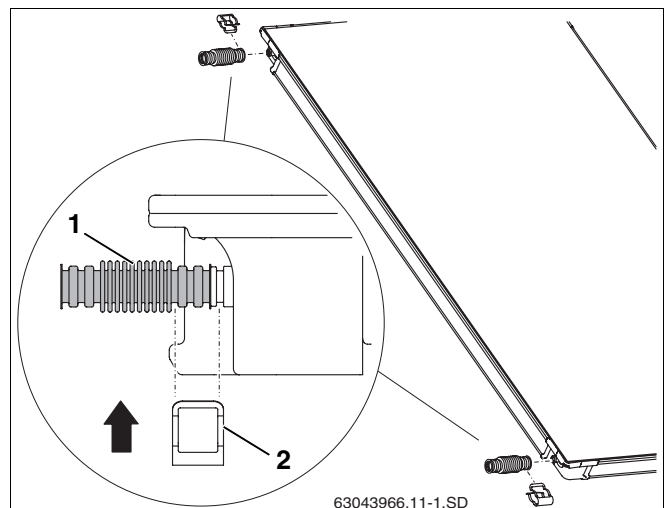

Fig. 48 Montaje de la unión de tubo ondulado al primer colector
- ▶ Monte las uniones de tubo ondulado (fig. 48, **pos. 1**) sobre las conexiones a la izquierda del primer colector.
- ▶ Deslice la abrazadera (fig. 48, **pos. 2**) sobre la unión del tubo ondulado y la conexión del colector para asegurar dicha conexión.